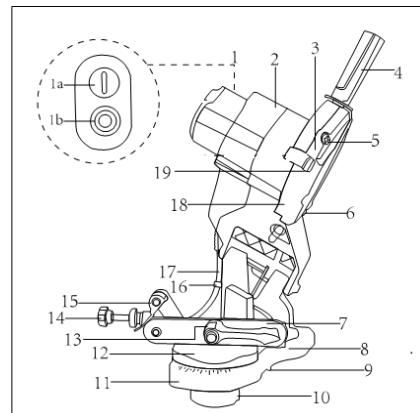
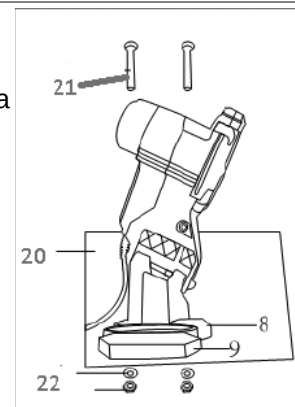
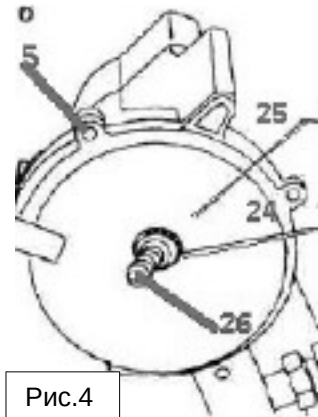

Рис.1
Рис.2
Рис.4
Расположите станок на рабочем столе, уперев выступы основания (9) (рис.1) в край стола. Совместите на поверхности стола положение крепёжных отверстий. Просверлите отверстия. Прикрепите станок к рабочему столу (рис.2) через два крепежных отверстия в основании. Смонтируйте блок установки цепи (12) на основании (8) и накрутите снизу гайку (10). Прикрутите рукоять (4) к шлифовальной головке (2). (рис.1)
Открутите три винта (5) (рис.4) и снимите защитный кожух (3) (рис.1). Открутите гайку (24), прижимающую шлифовальный круг (25) (рис.4). Установите новый диск на фланец (26) (рис.4). Закрутите гайку (24) (рис.4). Чрезмерная затяжка может привести к повреждению или разрушению диска. Установите защитный кожух и прикрепите тремя винтами.